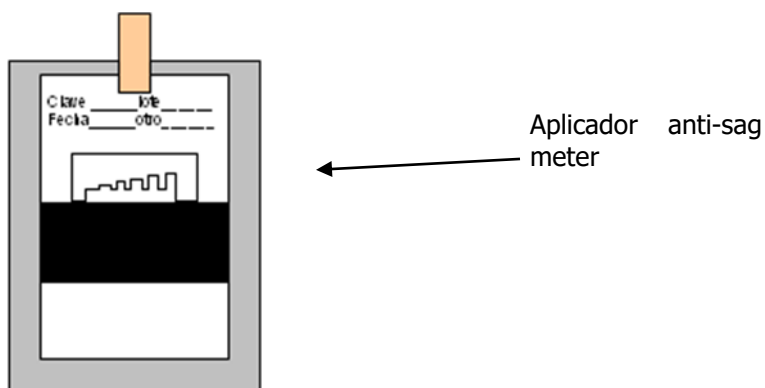

Fig. 2
3. Colocar el aplicador antisag sobre la parte superior de la carta leneta (Fig. 2).